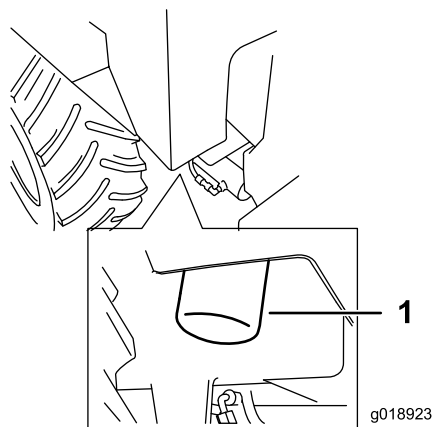

Рисунок 40
4. Поверните фильтр гидравлической жидкости против часовой стрелки, снимите и удалите в отходы фильтр (Рисунок 40).